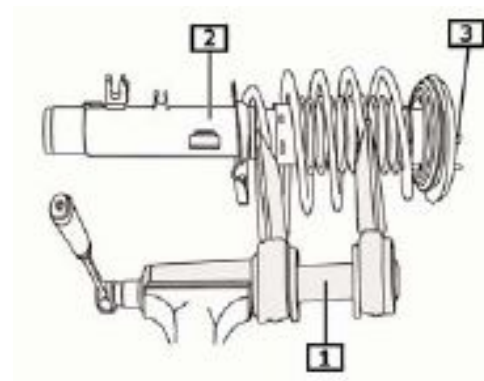
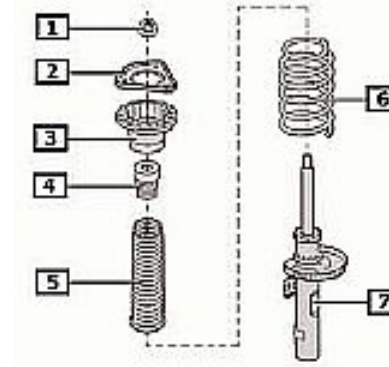

Fig. 2
Fig. 3
- **Fig. 2** Federbein (2) mit Halter in geeigneter Vorrichtung spannen.
- Federspanner (1) am Federbein anbringen,
- Kolbenstangenmutter (3) entfernen.
- **Fig. 3** Anbauteile (2 - 6) entnehmen. Original Federanschlag (2) wird wiederverwendet
- Federbein (7) entnehmen.
- **Fig. 2** Clamp suspension strut (2) with bracket in an appropriate holding device.
- Apply spring tensioner (1) to suspension strut.
- Remove piston rod nut (3).
- **Fig. 3** Remove add-on parts (2-6). Re-use original spring stop (2).
- Remove suspension strut (7).
- **Fig. 2** Tendre la jambe de force (2) avec le support dans un dispositif approprié.
- Apposer le tendeur de ressort (1) sur la jambe de force.
- Enlever l'écrou de la tige de piston (3).
- **Fig. 3** Enlever les composants (2 - 6). Réutiliser la butée de ressort d'origine (2).
- Enlever la jambe de force (7).
- **Fig. 2** Colocar el amortiguador (2) y la sujeción con un dispositivo adecuado.
- Colocar el tensor de muelle (1) en el amortiguador.
- Retirar la tuerca de la barra del émbolo (3).
- **Fig. 3** Retirar las piezas adicionales (2 - 6). Volver a utilizar el tope de muelle (2) original.
- Retirar el amortiguador (7).